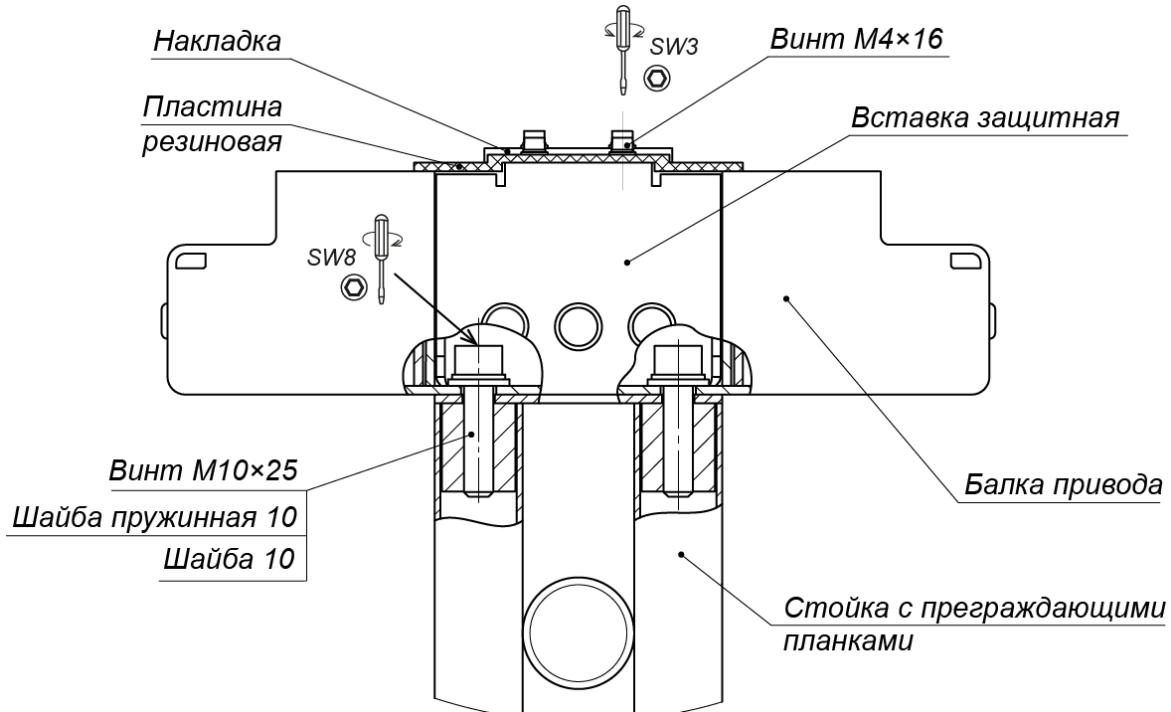

Рисунок 16. Крепление балки привода (8) к стойке с препротяждающими планками (5)
- Закрепите балку привода на балке опорной (7) двумя болтами M8x25, ключ SW6, используя две пластины из комплекта поставки (см. рис. 16).